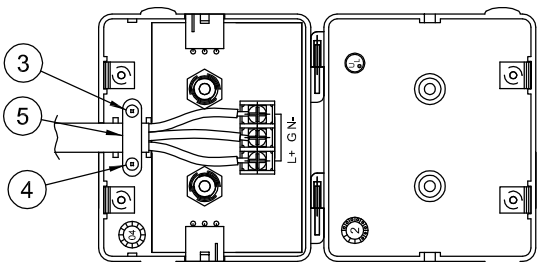

FIG. 4
8. Reate los alambres de la fuente del excedente del tornillo (3), (4) y de la abrazadera (5). (véase fig. 4)